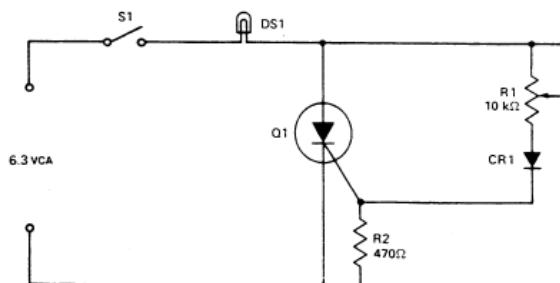

Fig. 4-1
- 1. a) Observe el circuito de la *Fig. 4-1*. Cuando se cierra *S1*, se aplican 6.3Vca entre el ánodo y cátodo de *Q1* a través de *DS1*, y a través del circuito de disparo de compuerta *R1*, *CR1* y *R2*. *DS1* representa la carga y permanece apagada hasta que *Q1* dispara. *R1* controla la amplitud del voltaje